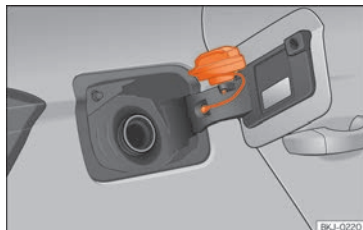

Abb. 147 Tankklappe mit aufgestecktem Tankverschluss.
• Platzieren Sie den Verschluss in der Aussparung, die sich im Scharnier der geöffneten Tankklappe befindet »» (Abb. 147).